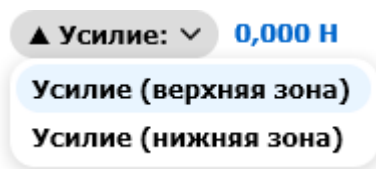

Рисунок 4.4.1
- 4) Выберите отображение текущего значения усилия для рабочей зоны, в которой будет происходить нагружение (см. рис. 4.4.1);